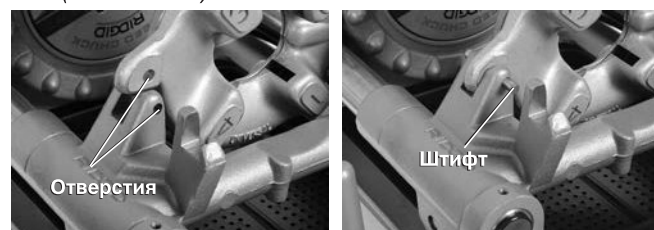

Рис. 26 – Фиксация левой резьбонарезной головки на месте
- Вставьте штифт диаметром  $\frac{5}{16}$ " длиной 2" сквозь отверстия в упоре каретки и в левой резьбонарезной головке, чтобы зафиксировать ее на месте (см. Рис. 26).